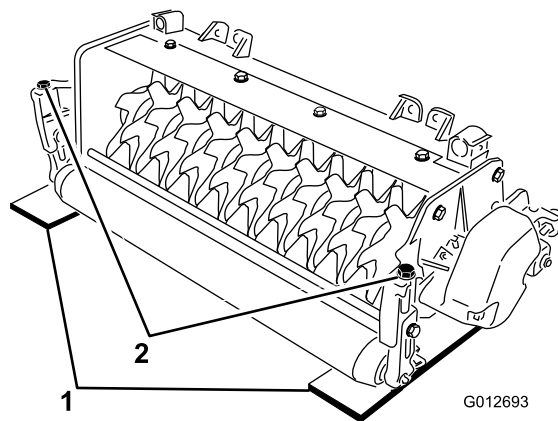

図 4
2. 希望する深さ（刃が地面に食い込む深さ）と同じ厚さのゲージバーを 2 枚用意し、ユニットの左右で後ローラとバーチカッターリールの下にあてがう（図 4）。
3. 各刈高ブラケットについている調整ボルト（図 4）を使って、リール刃の両端を床に接触させる。